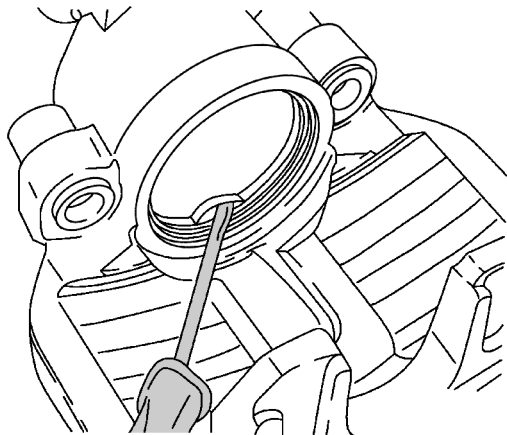

图 3-2-49 用拆卸楔 3409 取出密封圈
(2) 使用拆卸楔 3409 取出密封圈，如图 3-2-49
(1) 使用拆卸楔 3409 安装密封圈，如图 3-2-49 所示。